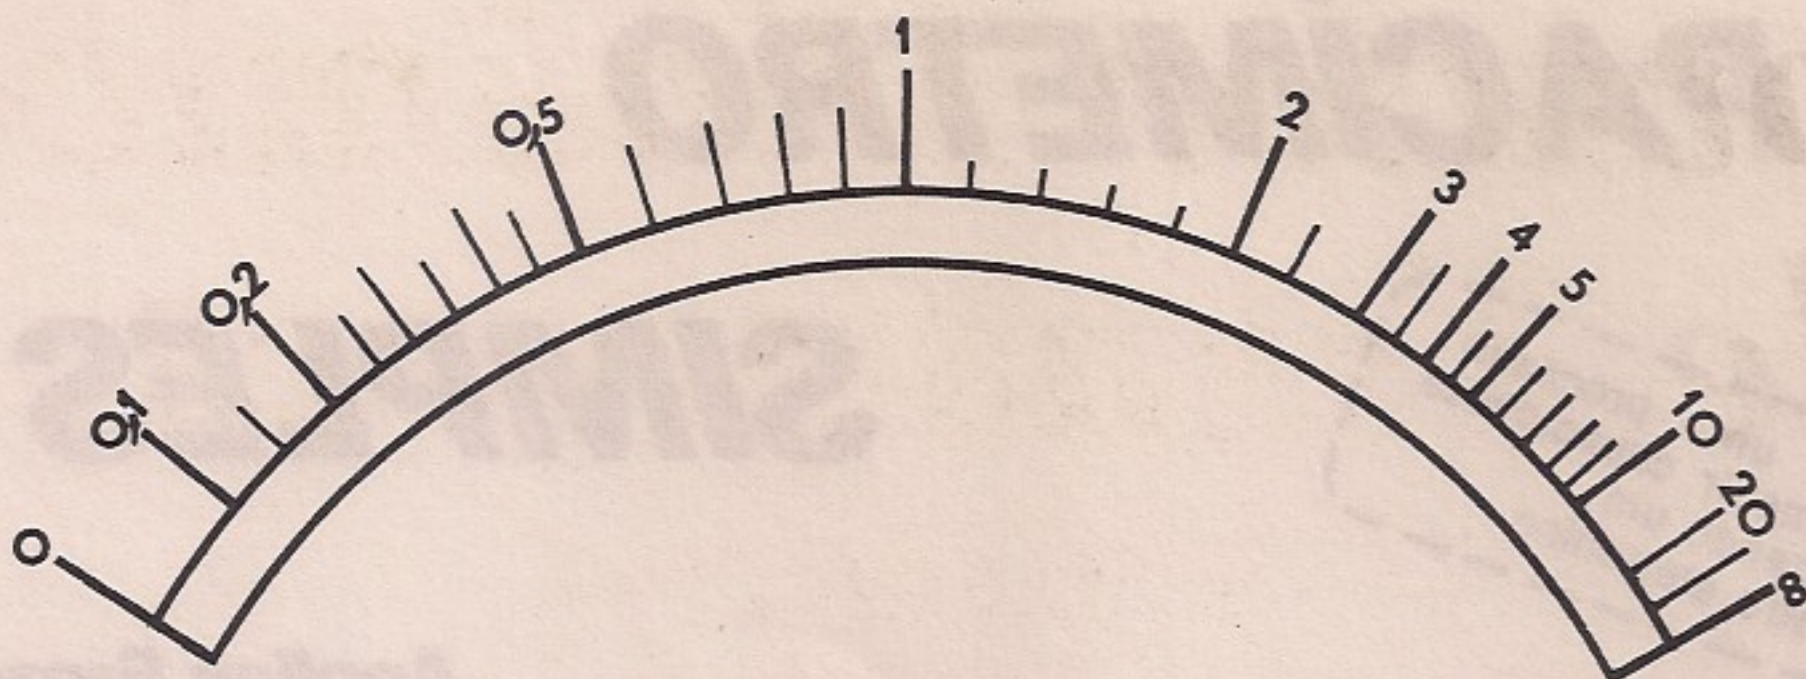

Figura 2
O mostrador do voltímetro pode ter uma graduação especial que permita a leitura direta da capacidade sob exame. Esta graduação, estabelecida de acordo com a fórmula (1), pode ser única para todas as faixas de alcance, desde que se escolha CN na progressão de 1-100-10000. De qualquer modo a graduação de centro-escala correspondente sempre será de  $C_x = C_N$ . Na figura 2 temos um exemplo de escala com o algarismo 1 em centro-escala, que corresponderá, conforme a faixa de alcance, a 1 nF, 10 nF, etc.